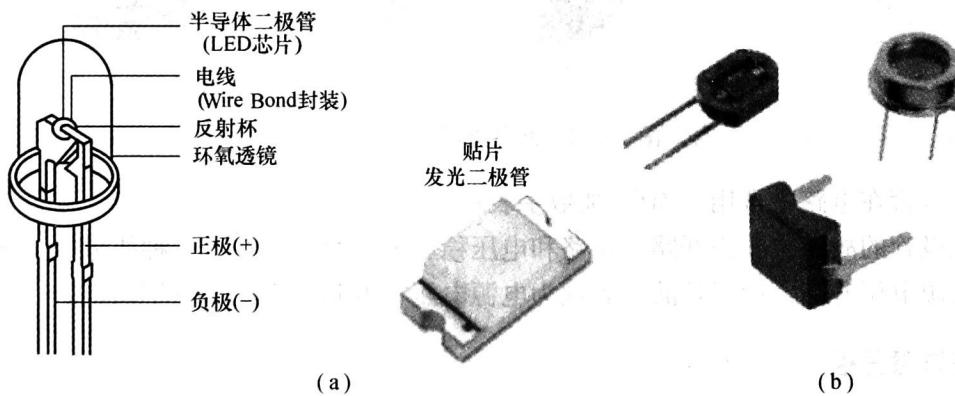

图 1-11 典型的发光二极管和光敏二极管
发光二极管是正向通电发光的二极管，英文简称为 LED (Light-Emitting Diode)。现代汽车仪表和开关多采用发光二极管来照明，汽车前部和后部灯光上常采用发光二极管代替灯泡来实现照明或发出信号。图 1-11 所示为典型的 LED 发光二极管，分为直插式和贴片式两种，LED 的两个电极中较长的是正极；一些 LED 使用长度相同的电极，在决定正确的极性时就必须使用欧姆表或数字万用表上的“二极管”检查挡。当二极管的正极 (P) 电压比负
光敏二极管也称光电二极管, 是见光导通的二极管, 光敏二极管在其外壳上采用特殊工艺制成了一个“窗口”, 以响应不同波长的光, 如果光电 LED 暴露在强光下, 在其正极和负极间就要形成一个潜在的电压。图 1-11 所示为典型的光敏二极管, 其工作原理是当光能量冲击二极管时会释放电子, 同时光能量也克服了电压势垒, 二极管按正向偏置方向导通。光敏二极管上的电阻值有随着光强度的增加而降低的特性, 使得光敏二极管成为控制“会车大灯远光关闭”和“车内观后镜防炫目”两种功能十分有效的电子元件; 也可配合发光二极管做成光电耦合器, 应用在发动机凸轮轴位置传感器或方向盘转向角传感器上。